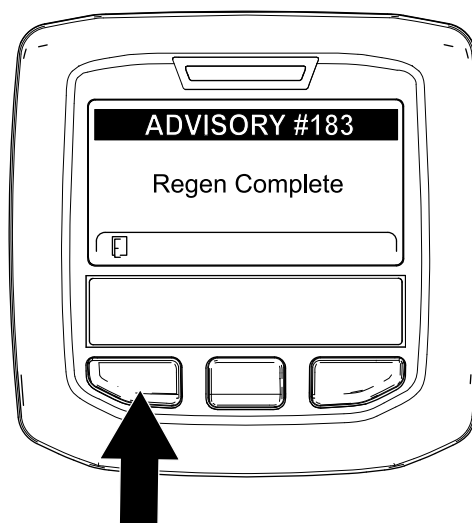

Рисунок 68
9. Когда компьютер двигателя завершает процесс стационарной или восстановительной регенерации, на дисплее инфо-центра появляется ИНФОРМАЦИОННОЕ СООБЩЕНИЕ № 183 (Рисунок 68). Для перехода на главный экран нажмите левую кнопку.